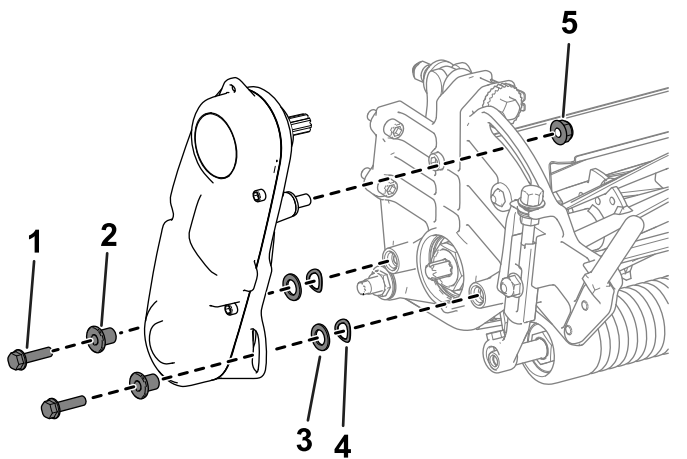

Figura 3
1. Remova o hardware que prende o conjunto de acionamento do cilindro à placa lateral (Figura 3).
2. Remova o conjunto de acionamento do cilindro, as arruelas planas, as arruelas de pressão e os espaçadores da placa lateral (Figura 3).